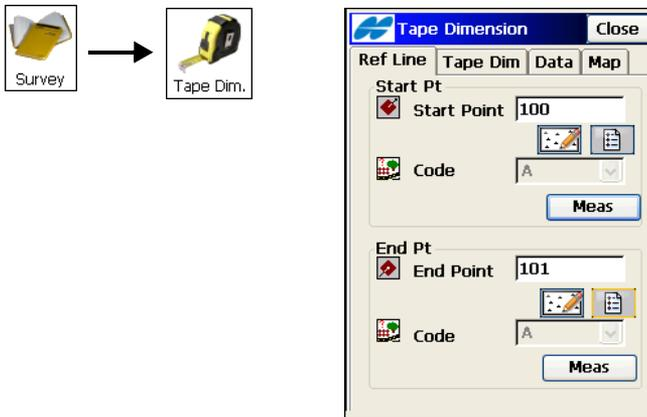

Abbildung 8-50. Umriss: Register „Ref-Linie“
- Wählen Sie zu Beginn **Aufnahme ▶ Umriss** (Abbildung 8-50 auf Seite 8-49).
(Abbildung 8-50). Zum Messen der Punkte für die Bezugslinie tippen Sie auf **Mess** neben den entsprechenden Feldern.